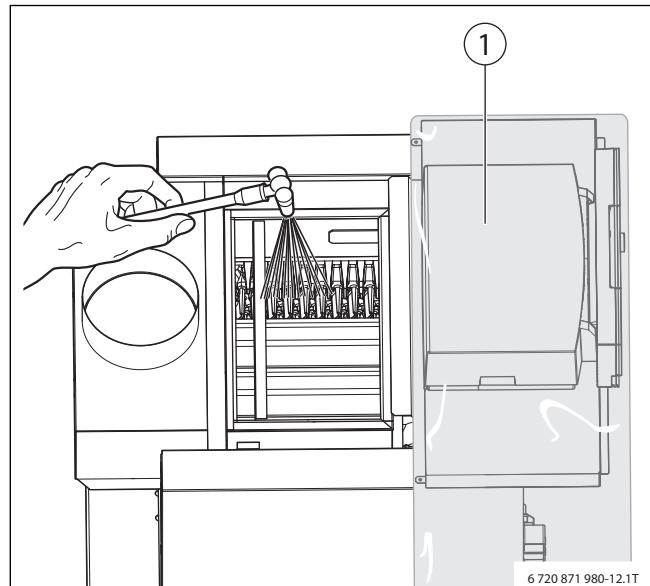

Рис. 46 Влажная чистка котла
- ▶ Накройте систему управления пленкой (→ рис. 46 [1]). Не допускайте попадания аэрозольного тумана в систему управления и кабели системы управления.
- ▶ Равномерно распылите чистящее средство сверху в газоотводящих каналах (→ рис. 46).